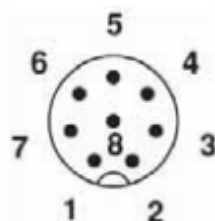

Figura 4. Esquema de conector hembra Lufft WS-502 Y WS-700
- Conectores eléctricos: limpiar contactos, asegurarlos bien y revisar que el cableado cumpla su dirección correspondiente (líneas 1-8). (figura 4).